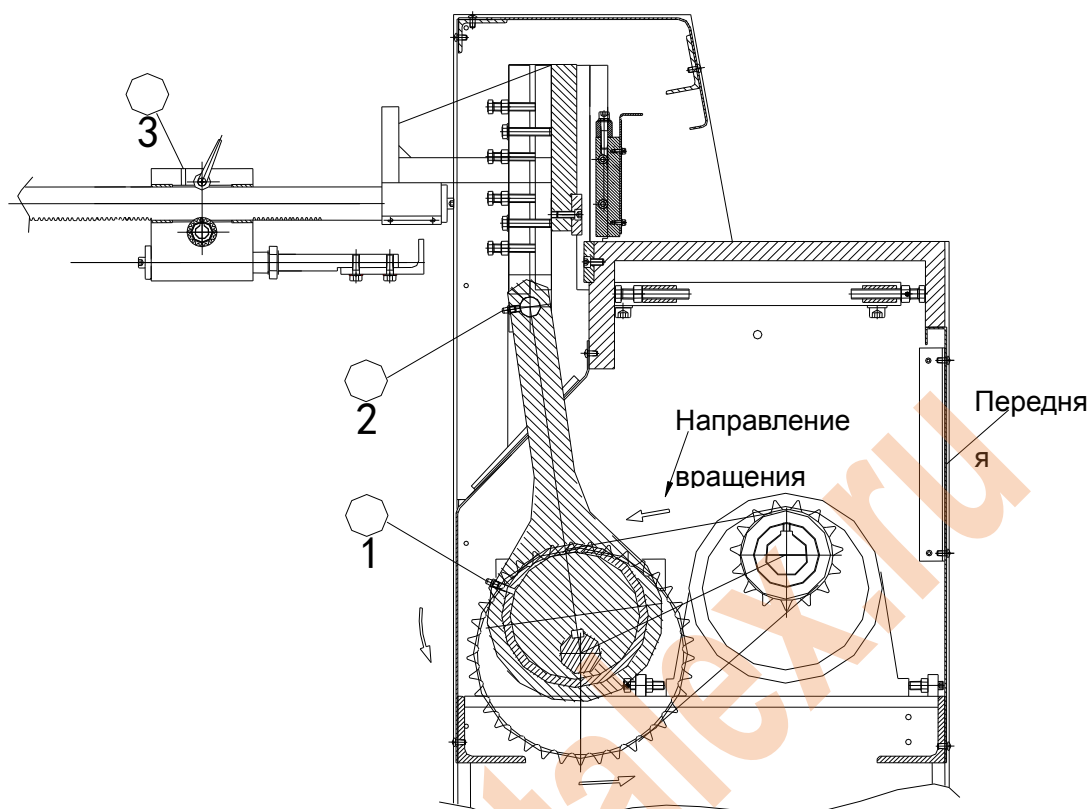

Рисунок 5
3. Все электрические детали должны быть крепко закреплены. После этого подайте питание и заземлите электропроводку, чтобы удостовериться, что направление вращения мотора верно. Поскольку данный станок полностью защищен, разберите переднюю защиту и убедитесь, что мотор вращается так, как показано на рис. 5.
## VI Смазка (Рисунок 5)
Данный станок следует регулярно смазывать вручную. Перед смазыванием деталей 1 и 2 на рис. 5 снимите защитную панель с обеих сторон. На подробном чертеже это детали №52 и 57.